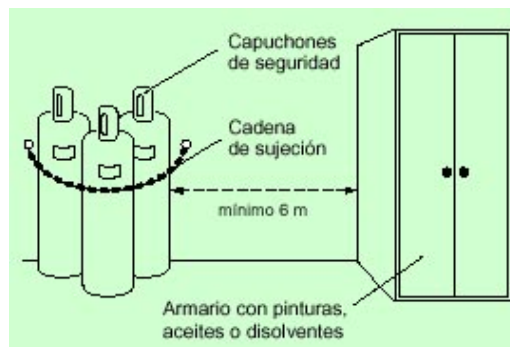

Fig. 6: Distancia de seguridad entre botellas almacenadas y un armario con pinturas, aceites o disolventes.
- Cuando existan materias inflamables como la pintura, aceite o disolventes aunque estén en el interior de armarios espaciales, se debe respetar una distancia mínima de 6 m (fig. 6).